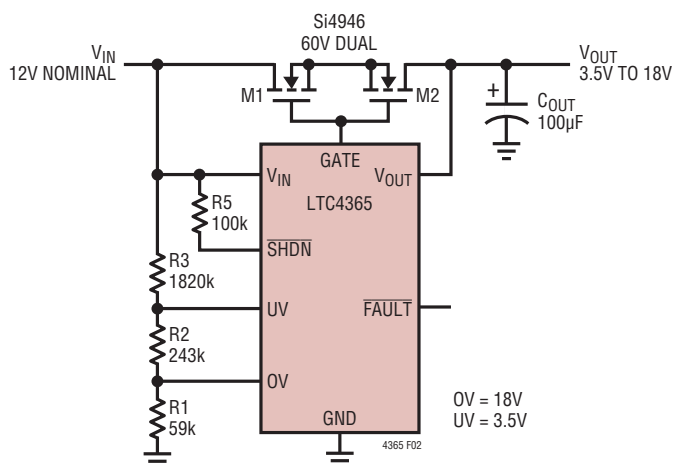

図2. -40V~60Vの $V_{IN}$ のフォルトから負荷を保護するLTC4365
LTC4365は欠陥のある電源接続から負荷を保護するNチャネルMOSFETコントローラです。LTC4365を使用した基本的応用回路を図2に示します。この回路は、 $V_{IN}$ が3.5V~18Vである限り、 $V_{IN}$ を $V_{OUT}$ へ低損失で接続します。
3.5V~18Vの範囲から外れた $V_{IN}$ 電圧は負荷に達することが妨げられ、最高60V、最低-40Vになることができます。図2に示されている回路は、図示されているように、 $V_{IN}$ の負電圧に対して保護します。他の外付け部品は不要です。